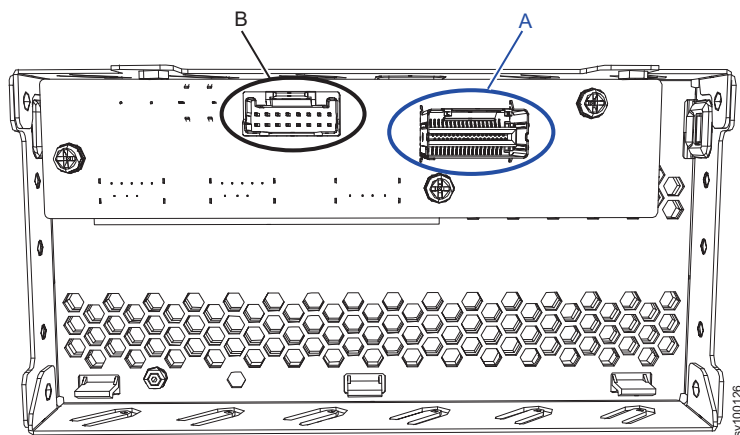

図 267. 2145-SV1 オペレーター情報パネルの背面にあるケーブル・コネクタ
2. 353 ページの図 267 に示すように、オペレーター情報パネルの背面にある適切なコネクターに各ケーブルを接続します。